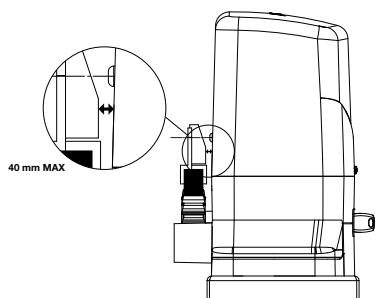

Fig. 11
**ATTENZIONE!** Tra il magnete fissato sulla cremagliera ed il sensore sul corpo del motore dev'esserci una distanza massima di 40 mm. (Fig. 11, Fig. 12)